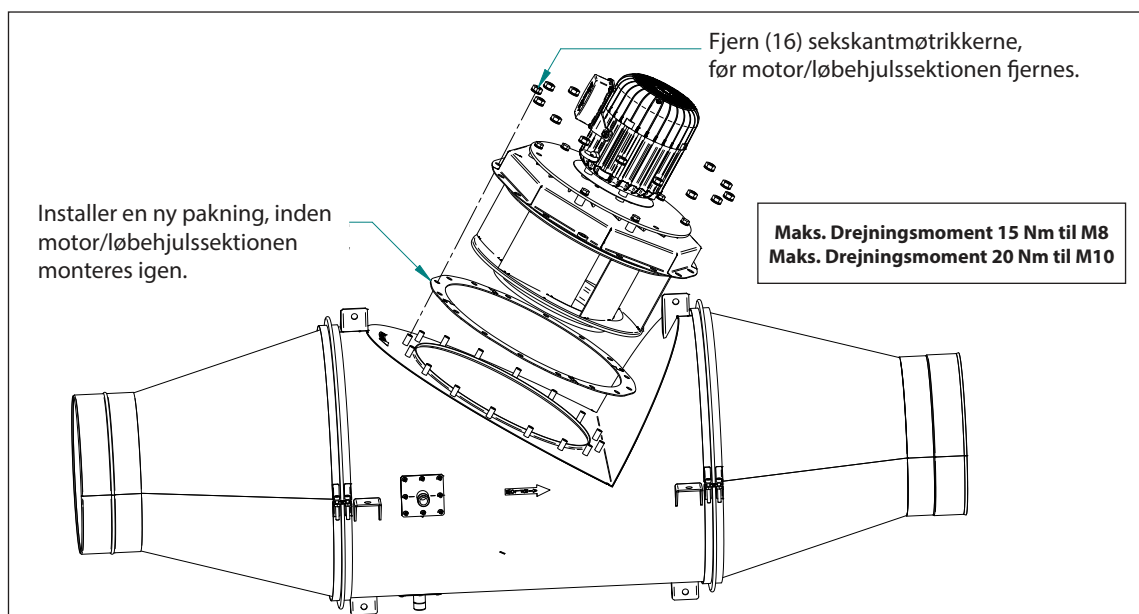

Fig. 12
Følg følgende trin for at åbne CFIR, så den kan rengøres og efterses (se fig. 12):
5. Indsæt motoren og løbehjulssektionen, og stram sekskantmøtrikkerne som angivet i fig. 12.